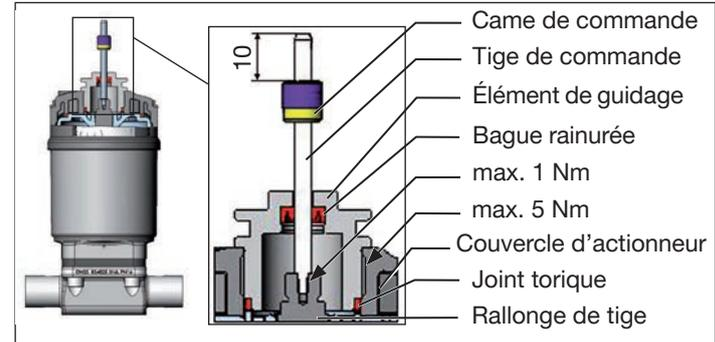

Fig. 7 : Montage de la tige de commande (2), série 21xx
- Positionner la came de commande sur la tige de commande de sorte que l'écartement de la came par rapport au début de la tige soit de 10 mm (voir « Fig. 7 »).